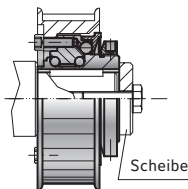

Bild 6
Komplette Kupplung mit geeigneter Vorrichtung auf den Wellenzapfen aufziehen. Die erreichte Einbauposition muss z.B. über eine Scheibe (8), Bild 6 axial fixiert werden.